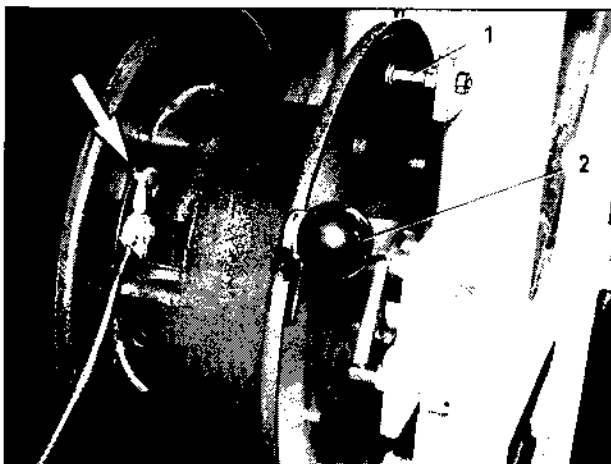

Bild 129
(Verriegelungsstellung wie in Bild 129).
1. Erdungsleitungstrommel entspannen, dazu Hebel (Bild 129/2) hinter den Haltebolzen (Bild 129/1) legen und Erdungsleitungstrommel, von Hand gebremst, langsam bis in 0-Stellung ausdrehen lassen.
3. Kabelschuh (Bild 129/Pfeil) der Erdungsleitung einhängen (Abzugsrichtung beachten), Klinke lösen. Erdungsleitung von Hand führen und auftrommeln lassen.